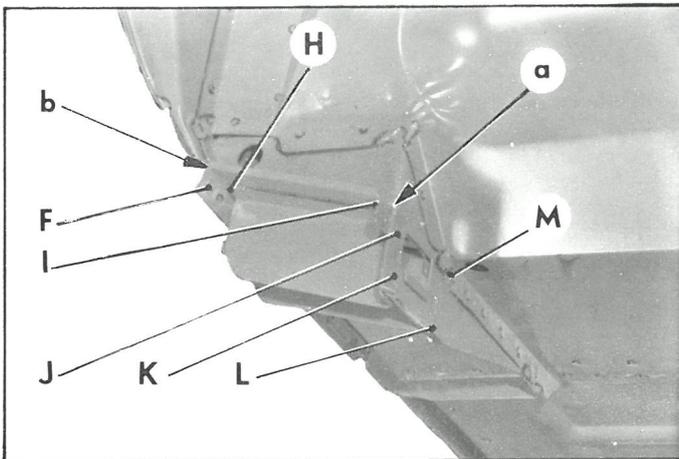

Fig. 2
- en HI (fig. 2) (côté plancher)